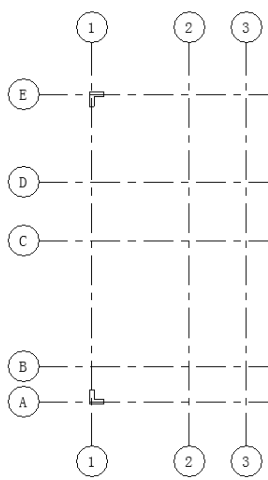
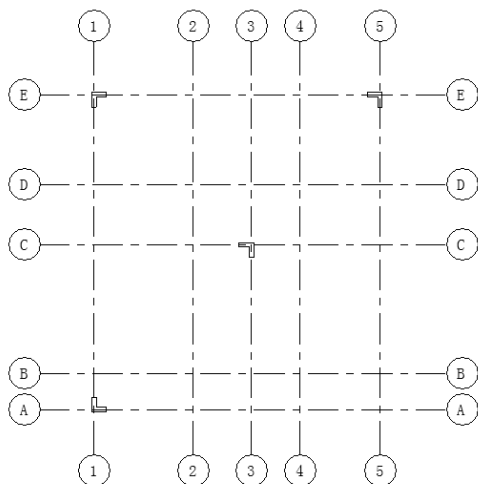

图 5-49 镜像柱
图 5-50 放置 Z5 柱子
(5) 选择轴线 1 与轴线 E 交点上的 Z1 柱子, 单击“修改 | 结构柱”选项卡中的“镜像—拾取轴”按钮, 选择轴线 E 为镜像轴线镜像 Z1 柱子, 然后删除镜像前的柱子, 结果如图 5-49 所示。
(6) 单击“结构”选项卡“结构”面板中的“柱”按钮, 打开“修改 | 放置 柱”选项卡和选项栏, 设置“高度: 1F”。
(7) 单击“模式”面板中的“载入族”按钮, 打开“载入族”对话框, 选择“Z5.rfa”族文件, 单击“打开”按钮, 打开 Z5 族文件。
(8) 在轴线 3 与轴线 C, 轴线 5 与轴线 E 的交点处放置 Z5 柱子, 如图 5-50 所示。